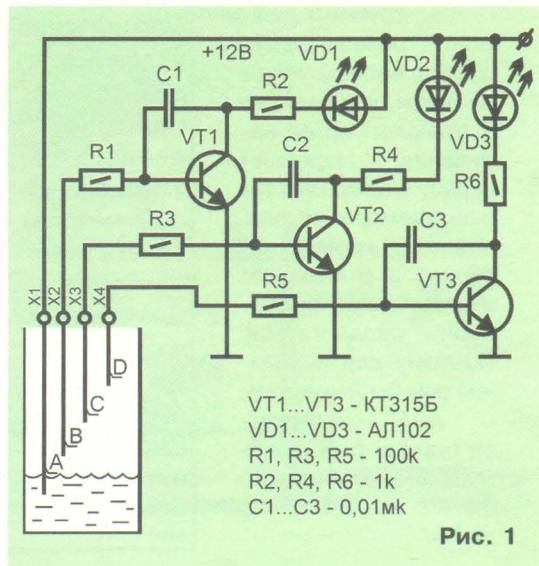

Рис. 1
1. Три способа укрепления столбов (см. рис. 1):